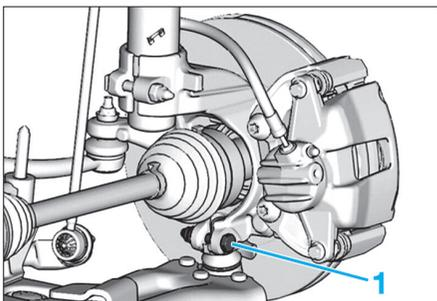

Fig. 21
- Déposer la roue et la vis de la rotule de pivot (1) (Fig.21).